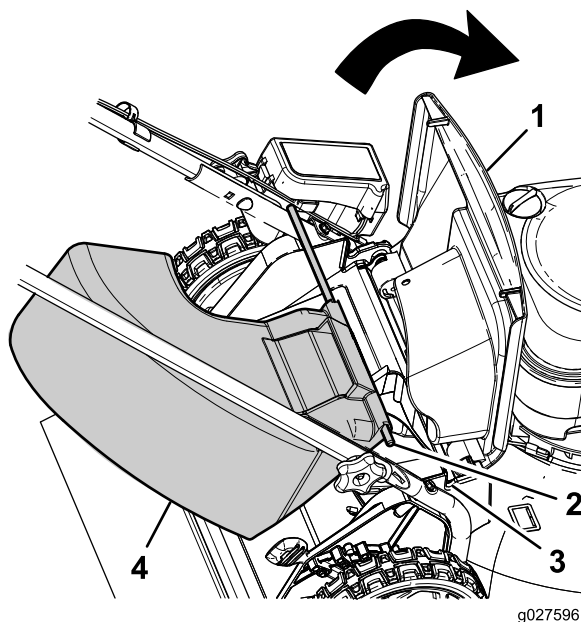

Figura 20
1. Tirate verso l'alto il deflettore posteriore (Figura 20).
2. Inserite le estremità dell'asta del condotto di scarico laterale nelle tacche sulle staffe della stegola (Figura 20).